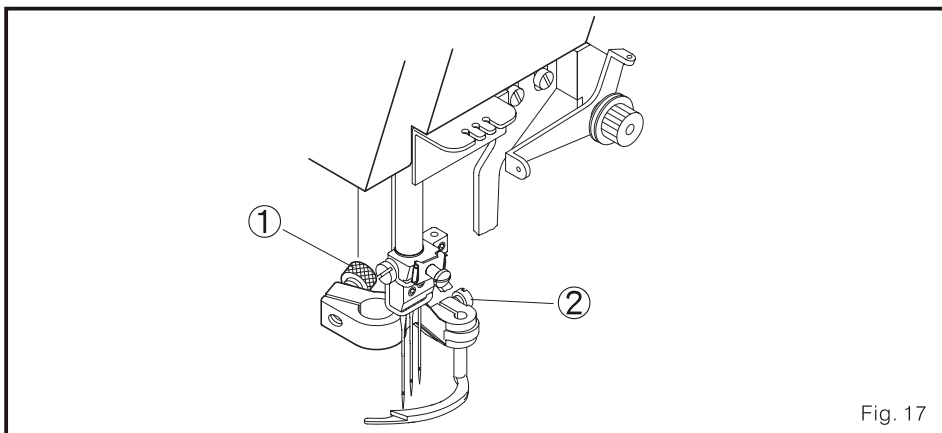

Fig. 17
4. Por favor, solte os parafusos 1 e 2. Também ajuste- os corretamente previamente nas posições como se faz menções d ele. (Fig. 17)